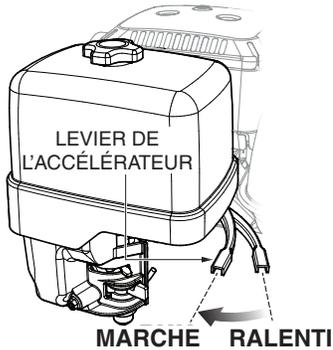

Figure 18. Levier de l'accélérateur (position de marche)
1. Une fois que le moteur a démarré, déplacer rapidement le levier de la manette des gaz du moteur à la position de **marche** (Figure 18).